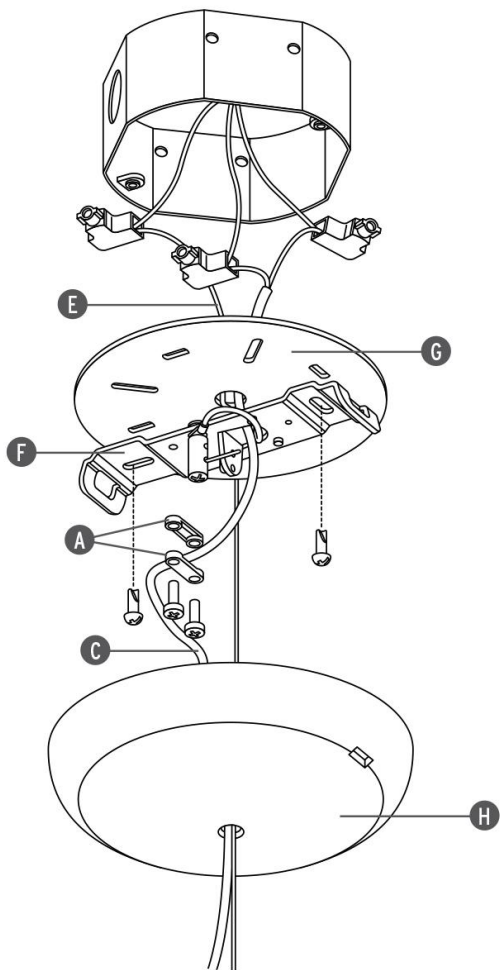

Fig. 2b
<EN> Fig.2b USA Secure the power supply wire (C) by replacing the wire holder (A); make all the electrical connection in the junction box, respecting the poles (Phase: black, Neutral: white, Earth: green (the white dashes indicate neutral) ,taking care to pass the power supply wire (C) and the earth wire (E) through the central hole of the fixing plate (F); fit the fixing plate (F) and the wall attachment (G) to the junction box with the screws provided; fit the rose (H).
<FR> Fig.2b USA Bloquer le câble d'alimentation (C) en remontant le bloc-câble (A); effectuer les connexions électriques dans la boîte de jonction, respectant les poles (Phase: black, Neutral: white, Earth: green (the white dashes indicate neutral), en faisant attention à faire passer le câble d'alimentation (C) et le câble de terre (E) à travers le trou central du plat de fixation (F); fixer le plat de fixation (F) et l'attache murale (G) à la boîte de jonction avec les vis fournies; monter la rose (H).
<ES> Fig.2b USA Sujete el cable distribuidor de corriente (C) pasándolo por el soporte del cable (A); haga toda la conexión eléctrica en la caja de conexión, respetar los polos (Fase: negro, Neutro: blanco, Tierra: verde (las rayas blancas indican el neutro), teniendo cuidado de pasar el cable distribuidor de corriente (C) y el cable de tierra (E) a través del orificio central del plato de fijación (F); fije el plato de fijación (F) y el accesorio de acoplamiento al muro (G) en la caja de conexión con los tornillos provistos; fije el rosetón (H).
<J> 図.2b USA ワイヤホルダー(A)を電源線(C)と取り換え、固定します。極(位相:黒、ニュートラル:白、アース:緑 (白のダッシュはニュートラルを指名します。))に注意しながら、固定板(F)の中央穴から電源線(C)とアース線(E)を通し、付属のネジ(2本)を使用し、固定板(F)と壁の締め具(G)をジャンクションボックスに固定します。